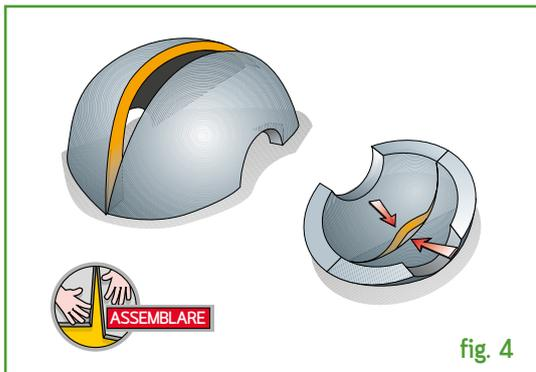

fig. 4
Rivestire il gomito con il pezzo ottenuto, incollare i bordi del taglio premendoli per farli ben aderire e raccordare con altre guaine rettilinee dello stesso diametro (fig 4)
- 4) Una volta asciugata la colla, congiungere le due sagome piane iniziando l'incollaggio dalle estremità, assicurandosi che anche sul rovescio l'unione risulti perfetta. (fig 4)